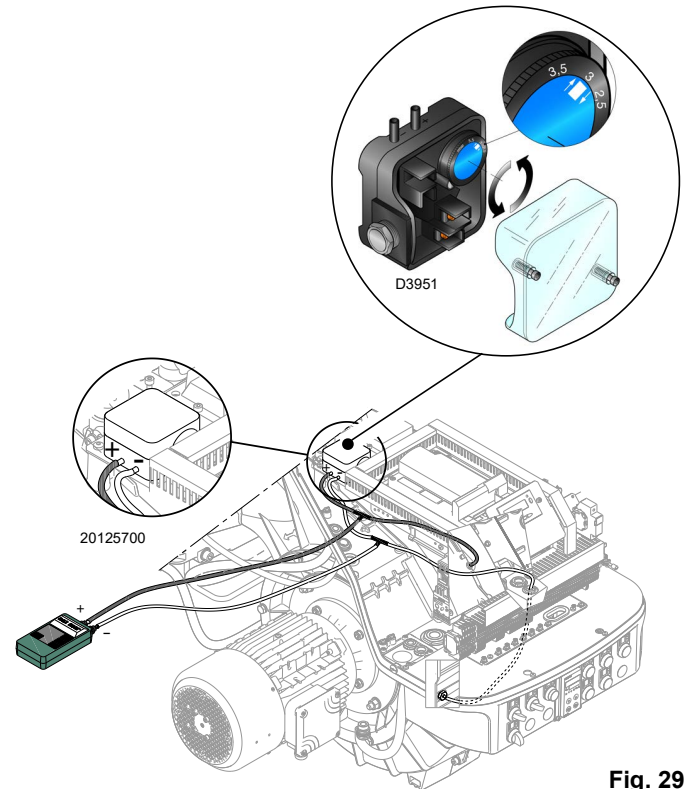

Fig. 29
- régler le pressostat d'air en début d'échelle (Fig. 29 à la page 29);
Le pressostat d'air est connecté en mode différentiel et est activé à la fois par la pression négative de la prise d'air et par la pression d'air provenant du ventilateur, mais seulement par la prise d'air dans les modèles RS 310-410-510 (Fig. 29).
Régler le pressostat d'air (Fig. 29) après avoir effectué tous les autres réglages du brûleur avec le pressostat d'air réglé en début d'échelle.